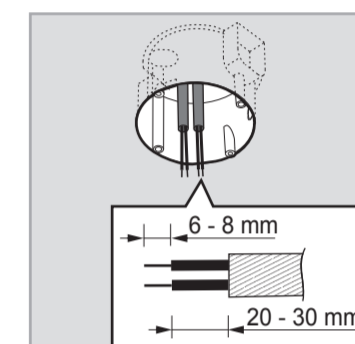

图 9
3.4.1.2 从欧洲标准接线盒中拉出 AC 电源线 (见图 9), 然后将电缆包皮剥开 6 - 8 mm 以便进行接线。
3.4.1.4 将感应器的四颗防坠螺钉插入相应的螺钉孔, 以便将感应器头固定到配电箱上, 然后盖上装饰性框架 (见图 9)。